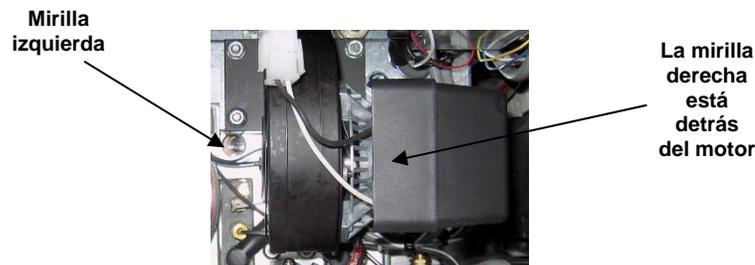

Figura 7
9. Después de que los quemadores se han encendido al menos durante 90 segundos, observe las llamas a través de las mirillas de los quemadores ubicadas en cada lado del ventilador de aire de combustión. (Consulte la Figura 7)